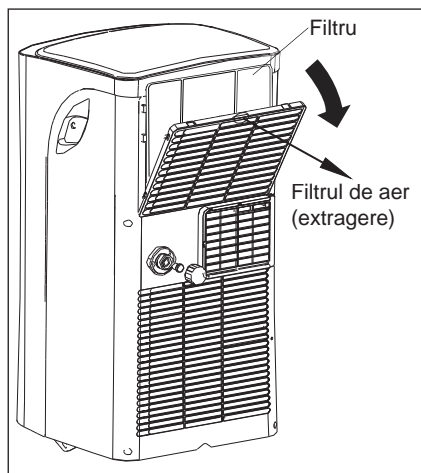

Fig.27
- Această unitate are un filtru în partea posterioară. Trageți panoul superior și scoateți filtrul care este poziționat în spatele grilajului panoului posterior (Fig. 27).